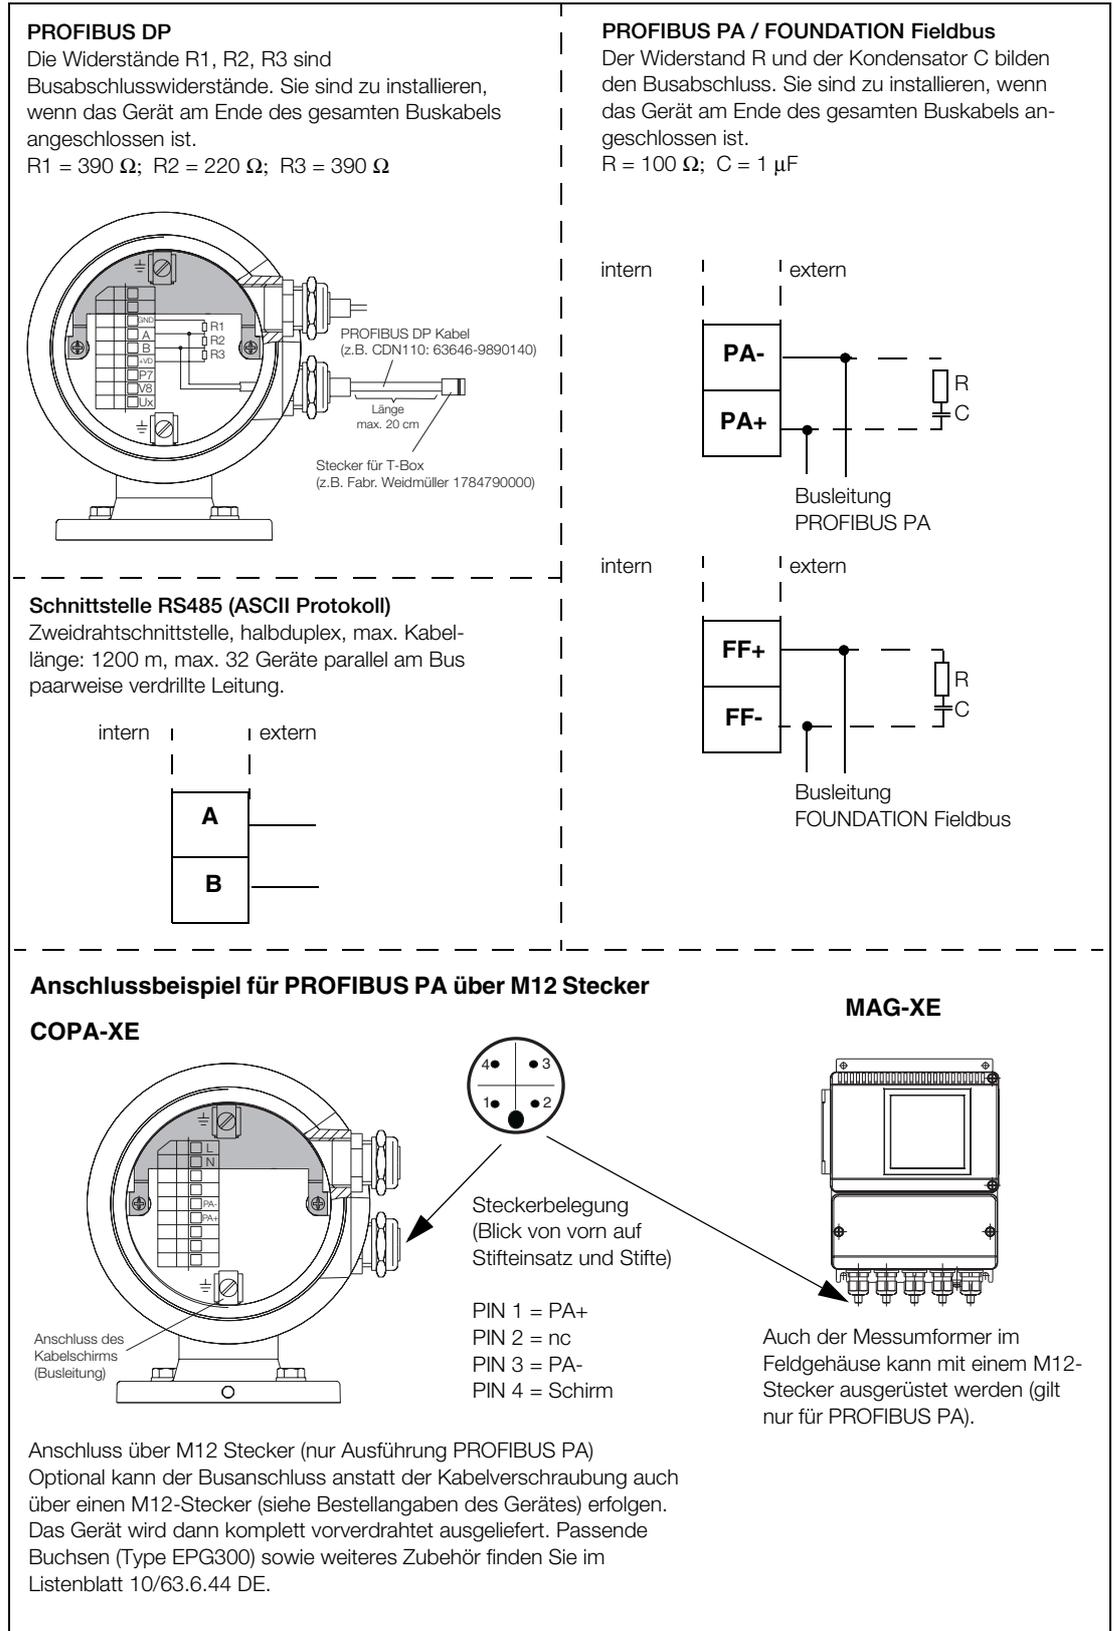

Abb. 43: Anschlussbeispiele für Peripherie bei digitaler Kommunikation (PROFIBUS DP, PROFIBUS PA, FOUNDATION Fieldbus, ASCII)
- Prüfen Sie, ob das EEPROM auf der Displayplatte im Messumformer gesteckt ist (siehe Abb. 43). Auf diesem EEPROM befindet sich ein Schild, welches die Auftragsnummer und eine Endzahl beinhaltet. Diese Endzahl befindet sich auf dem Typenschild des dazugehörigen Messwertempfängers. **Beide müssen identisch sein!**